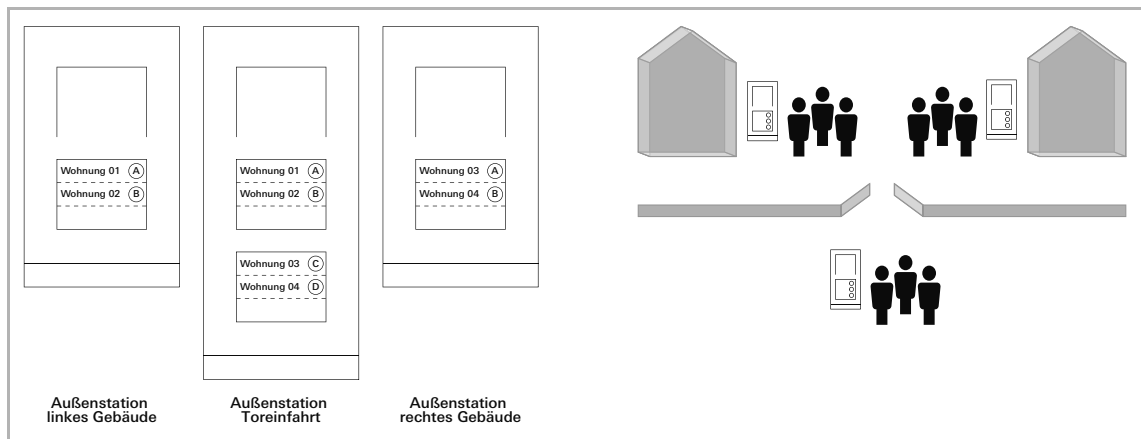

Abb. 37: Mehrere Außenstationen mit unterschiedlichen Klingelfeldern
5.1.3 Mehrere Außenstationen mit unterschiedlichen Klingelfeldern (Abb. 37)